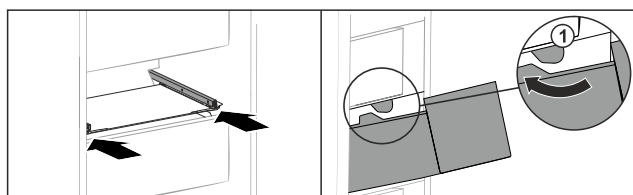

Fig. 226
- Far passare il cassetto intorno ai fermi Fig. 226 (1).